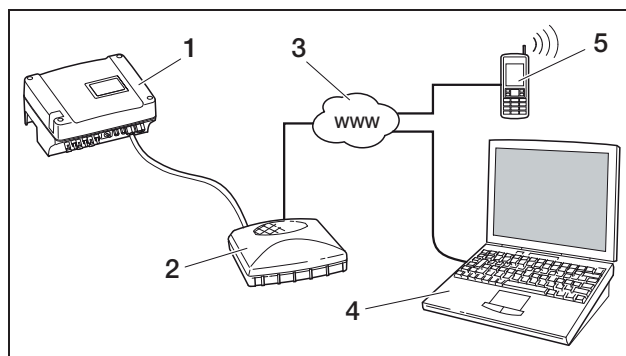

Figura 30: Richiesta dei dati di log - Inverter collegato a Internet tramite connessione DSL
- Il router deve ricevere dall'Internet provider un indirizzo IP fisso oppure è necessario registrare il router presso un servizio DynDNS, per poter associare gli indirizzi IP dinamici del router ad un nome preciso. A questo punto l'inverter è accessibile attraverso Internet con il nome di dominio fornito dal servizio DynDNS ed è possibile collegarsi all'inverter a partire da qualsiasi browser Internet (vedere figura 30).